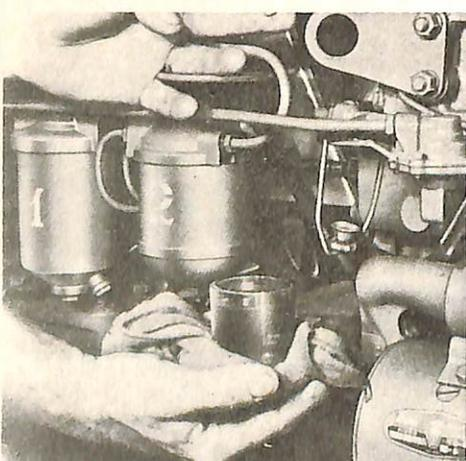

Fig. 7 - Retirada e limpeza do copo de sedimentação, vendo-se, ainda, os filtros primários (1) e secundário (2) de combustível
- Substituição dos filtros de combustível - O sistema de alimentação, tem, além dos filtros, o copo de sedimentação que recebe óleo diretamente do tanque, e onde são acumuladas sujeiras e água, que devem ser drenados sempre que lá se acumularem. Realiza-se a limpeza do copo, afrouxando-se o respectivo parafuso (Fig.7). Os filtros, em número de 2, retêm as menores partículas de impurezas e água evitando que estas passem pela injetora e pelos bicos, prejudicando o funcionamento e danificando os componentes. Se ocorrer entrada de ar nos canos do sistema de alimentação (por esgotar todo o combustível do tanque, por desmontagem dos filtros, injetora ou outro motivo), o mesmo deverá ser sangrado antes de se colocar o motor em funcionamento. Deve-se observar os pontos e a seqüência em que a sangria se realiza, e que constam no manual de instrução: no copo de sedimentação, nos filtros, na bomba injetora e nos tubos que vão aos injetores, etc...